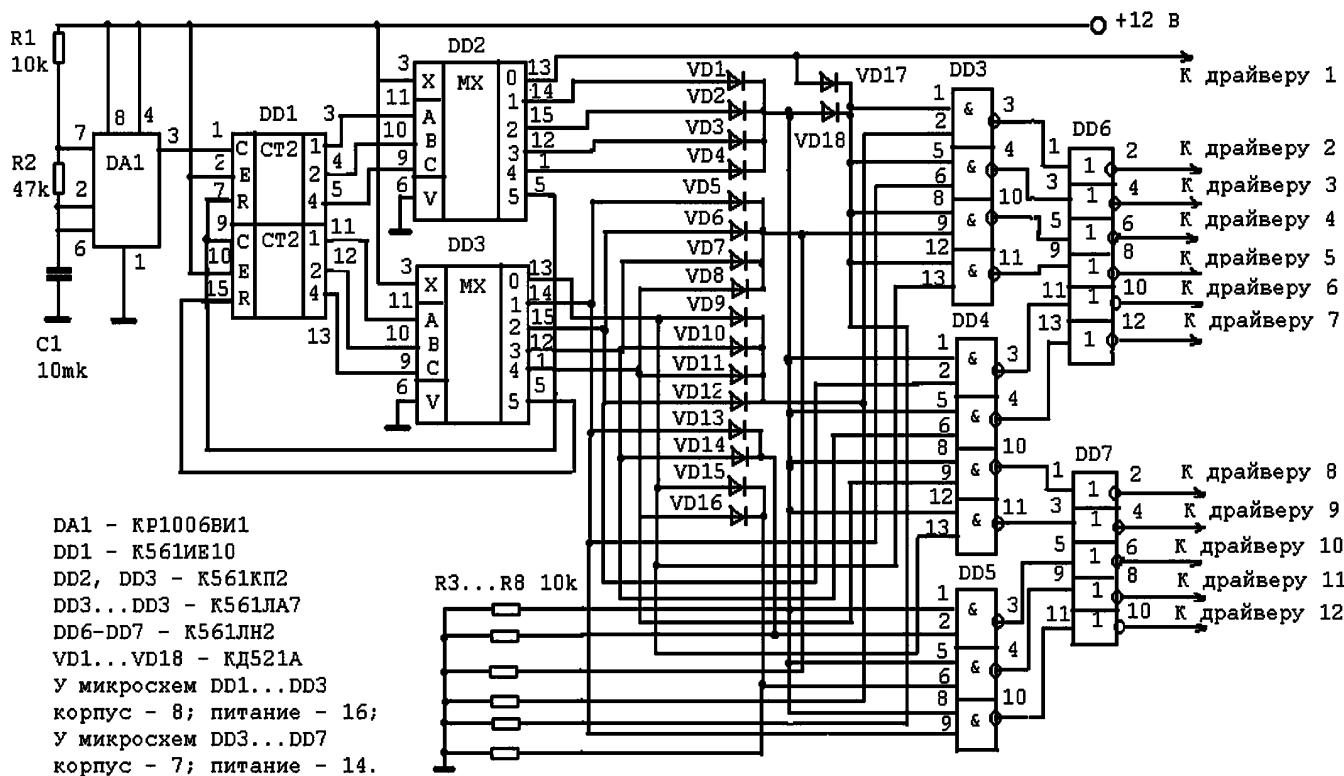

Рис.4
Принципиальная схема устройства показана на рис.4. Задающий генератор собран на таймере DA1 типа КР1006ВИ1. Этот автогенератор формирует импульсы частотой 1 Гц (на другую частоту можно определить номиналы конденсаторов и резисторов по диаграмме, приведенной в [1]). Импульсы частотой 1 Гц поступают на сдвоенный счетчик DD1, представляющий собой два независимых счетчика с коэффициентом пересчета 5. Выходы каждого счетчика подключены к дешифраторам DD2, DD3. Пять выходов каждого дешифратора (0...4) являются рабочими, а шестой (5) - выходом сброса счетчика и подключен к соответствующему входу сброса R. Вход сброса младшего (верхнего по схеме) счетчика является одновременно тактовым входом старшего (нижнего по схеме) счетчика.